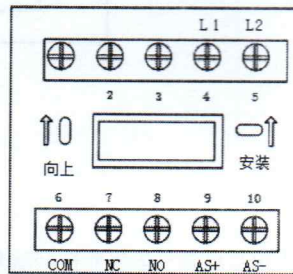

图2 端子图
- 5.1.7. 编码型总线排风扇执行器端子图例如图 2 所示: